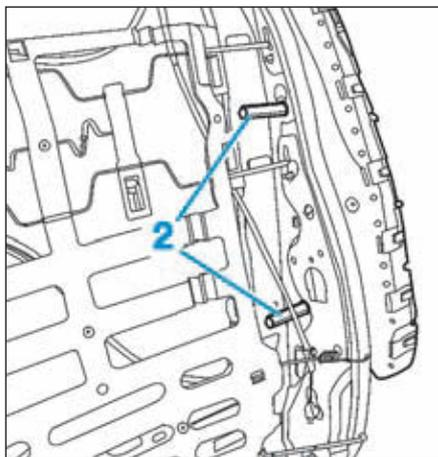

FIG.8
- les écrous (2) de l'airbag latéral (Fig.8),